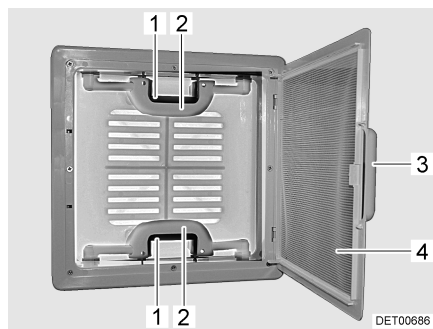

Fig. 18 Lanterneau à poussoirs
- Tirer sur la poignée (Fig. 18,3).
- Rabattre la moustiquaire (Fig. 18,4) vers le bas.
- Appuyer sur le verrou (Fig. 18,1) vers l'intérieur du lanterneau. Pousser le lanterneau simultanément vers le haut par la poignée (Fig. 18,2).
- Faire basculer la moustiquaire (Fig. 18,4) vers le haut jusqu'à ce qu'elle s'enclenche.
- Tirer fortement le lanterneau vers le bas par les deux poignées (Fig. 18,2) jusqu'à ce que les deux poussoirs (Fig. 18,1) s'encliquettent.